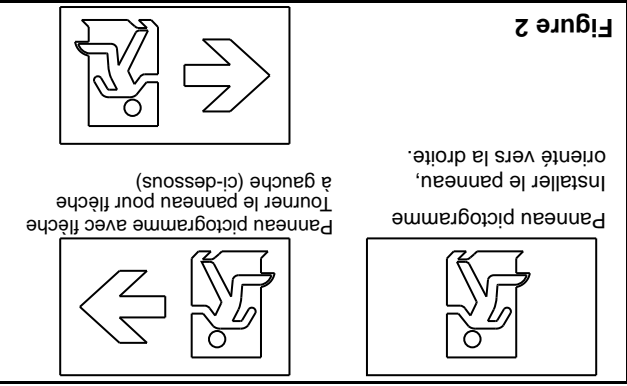

Figure 2
4. Sélectionner le panneau pictogramme approprié (voir figure 2). Installer le en l'insérant dans la rainure de la plaque frontale derrière le panneau clair puis insérer le bas du panneau dans le rainure inférieure. Insérer le diffuseur opale derrière le pictogramme de la même manière.